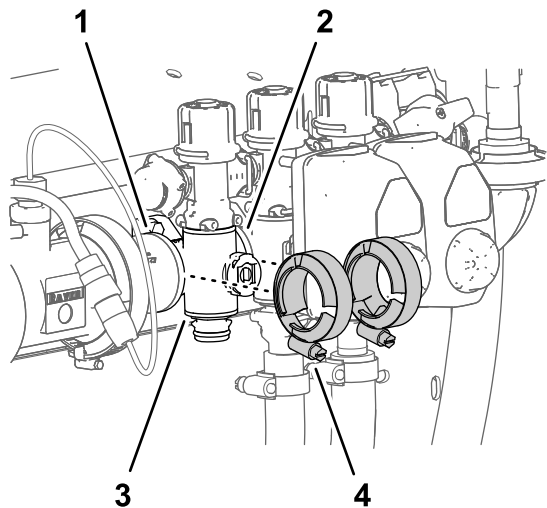

**Figura 115**
1. Retire la grapa que sujeta el acoplamiento rápido de la válvula de desvío de sección al distribuidor de sección (Figura 115).
- Retire la grapa que sujeta el acoplamiento rápido de la manguera de alimentación al distribuidor del acoplamiento rápido del distribuidor de sección (Figura 115).